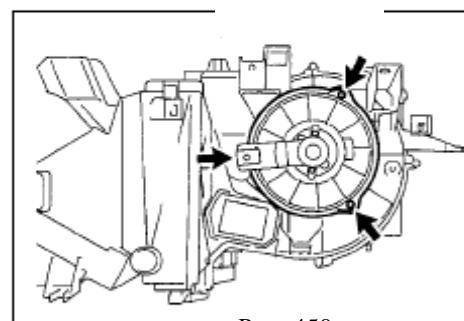

Рис. 450
**12. Демонтируйте электродвигатель отопителя в сборе с крыльчаткой, открутив 2 винта.(рис. 450)**